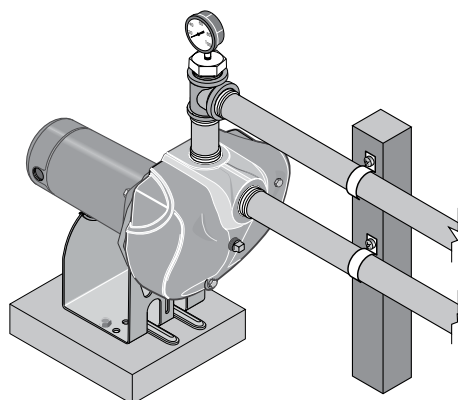

Figure 5 : - Supporter tous les tuyaux branchés sur la pompe
5. Lorsque l'on utilise un clapet de pied, il est recommandé d'utiliser un té et un bouchon d'amorçage, comme il est illustré à la Figure 5.